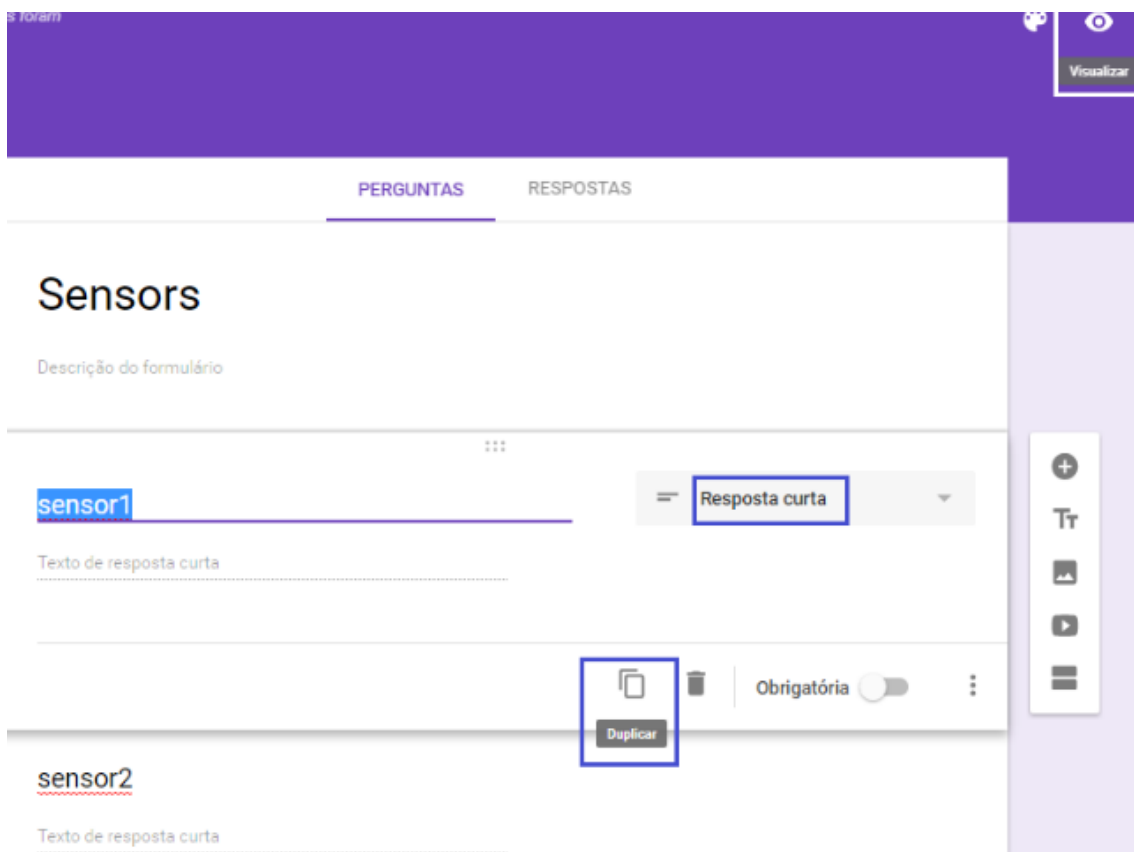

Figura 18.32: Criação de formulário no Google Drive
4. Clique em **Visualizar** e o formulário publicado será visualizado (Figura 18.32).